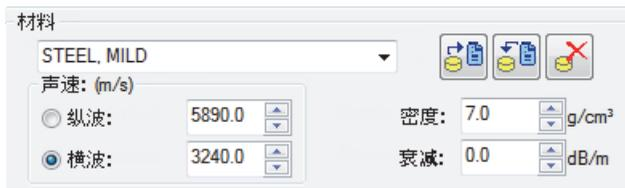

图 4-8 指定被检工件的材料
- d) 在**材料**区域中, 选择被检工件的材料, 以及超声波的类型: **纵波**或**横波** (参见第102页的图 4-8)。